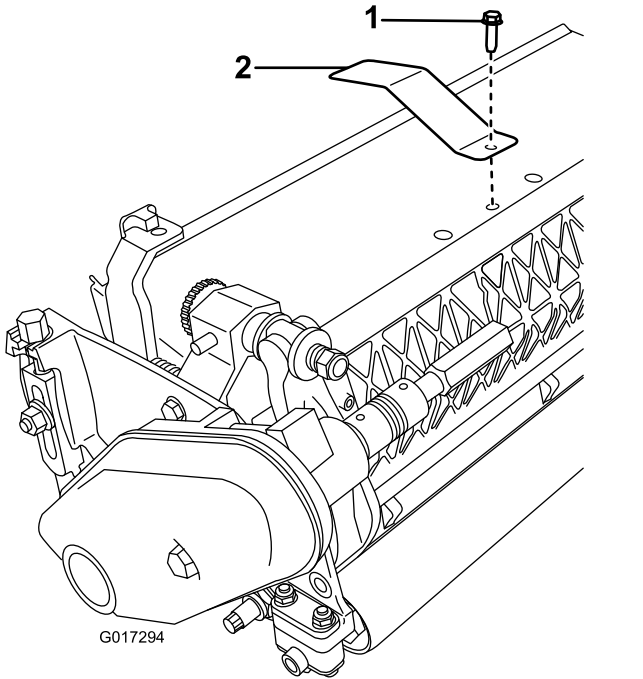

Bild 3
2. Entfernen Sie die mittlere Grasschutzblechschraube (**Bild 3**).
3. Befestigen Sie die Zielplatte mit der vorher entfernten Schraube oben an der Schneideinheit (**Bild 3**).